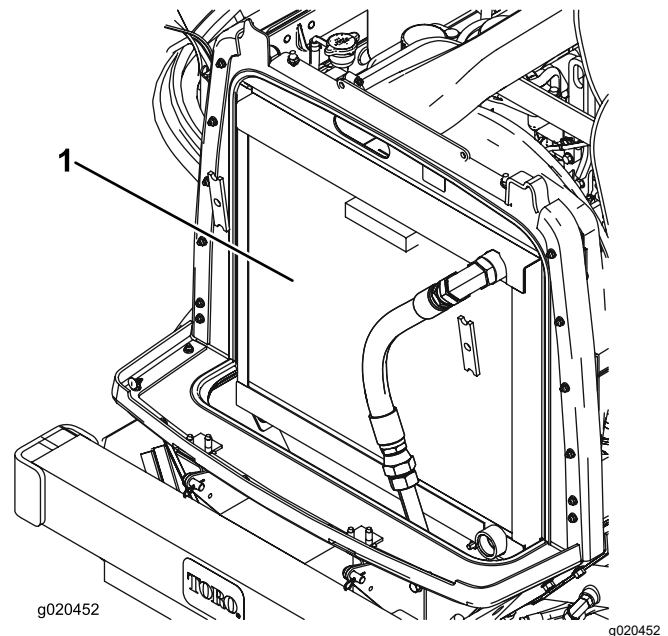

Figura 80
3. Limpie a fondo ambos lados de la zona del radiador/enfriador de aceite con aire comprimido (Figura 80).